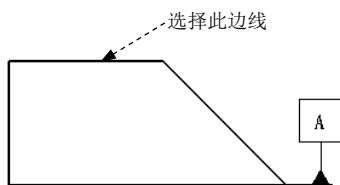
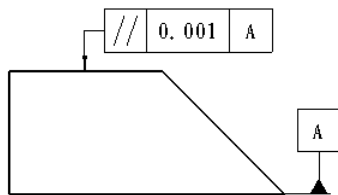

图 6.5.15 选取放置边
图 6.5.16 “平行度”形位公差
Step5. 放置形位公差符号。选取图 6.5.15 所示的边线，再选择合适的位置单击以放置形位公差，结果如图 6.5.16 所示。